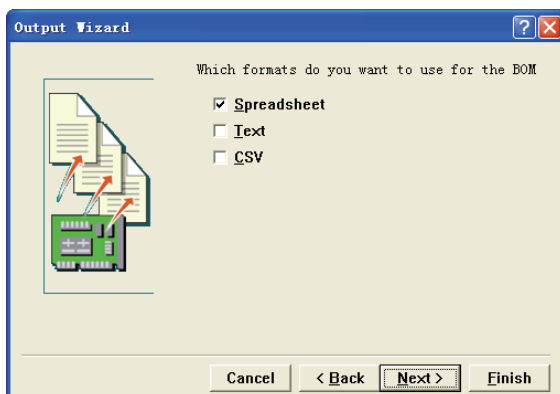

图 9-20 选择 DOM 报表的格式
(6) 系统将弹出如图 9-20 所示的选择 DOM 报表格式对话框。在这个对话框里，用户可以选择 DOM 报表的格式，“Spreadsheet”为展开的表格格式，“Text”为文本格式，“CSV”为字符串形式。